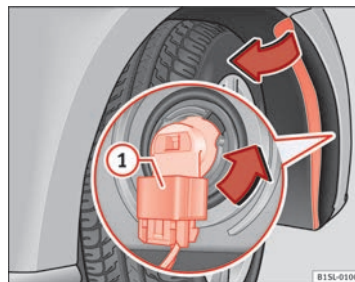

Abb. 155 Glühlampe im Scheinwerfer auswechseln.
5. Anschlussstecker  $\Rightarrow$  Abb. 155 ① entriegeln und abziehen.
Lampenhalter  $\Rightarrow$  Abb. 155 in Pfeilrichtung bis zum Anschlag **entgegen dem Uhrzeigersinn** drehen und mit der Glühlampe nach hinten herausziehen.